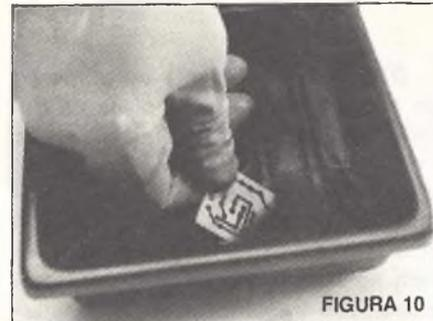

FIGURA 10
9. Quando todo cobre for removido nas regiões não cobertas pelo decalque retire a placa e lave-a em água corrente. (figura 10)